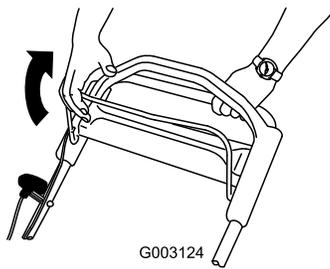

図 21
2. ブレードコントロールバーをハンドルに引き付けるように握りこむ 図 21。